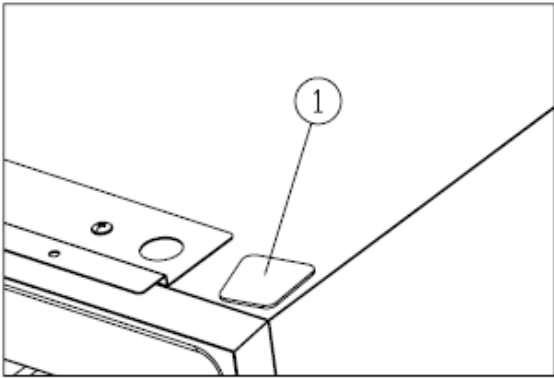

Figure 4
Plaats het deksel (1). [Figure 4]